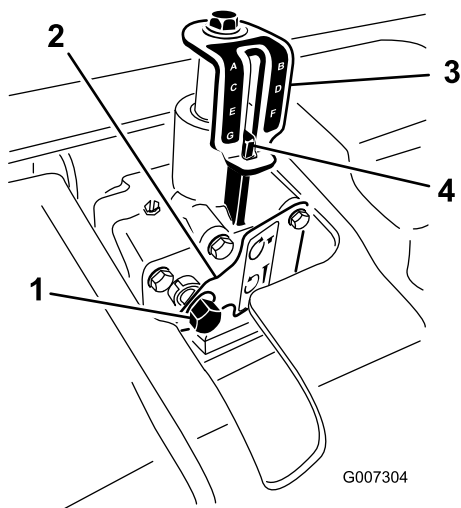

図 24
- ラチェットレンチに 9/16" のソケットを取り付けて深さアジャスタのシャフトにセットする 図 24。
5. タインの打ち込み深さを深くするには深さアジャスタのシャフトを右に回す。浅くするには左に回す 図 24。
6. 深さ表示ステッカーのマークに一致するまで深さアジャスタのシャフトを回して深さを合わせる 図 24。